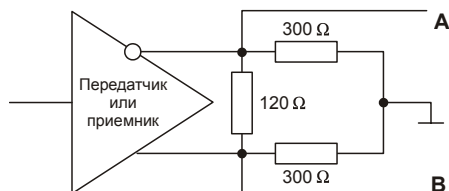

Рис. 2 Схема согласования для V.35.
- ✓ **Δ-тип** – соответствует стандарту V.35. УПИ-2 имеет встроенные Δ-согласователи (см.Рис. 2) приёмников и передатчиков. Выходное напряжение передатчика не менее  $\pm 0.55\text{В}$  на нагрузке  $100\text{Ом}$ . Максимальная скорость обмена  $10\text{Мбит/с}$ .